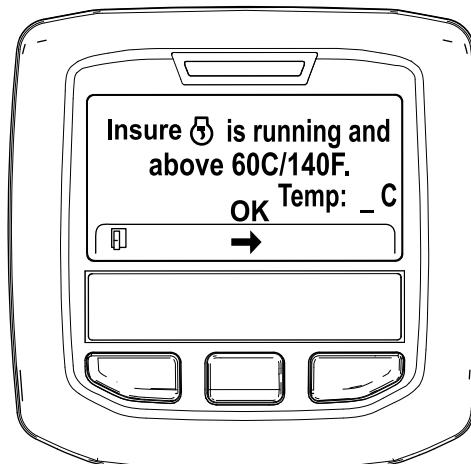

Figura 32
- Si la temperatura del refrigerante se encuentra por debajo de 60 °C (140 °F) aparece el mensaje "Insure is running and above 60C/140F" (Asegúrese de que está funcionando y por encima de 60 °C/140 °F). (Figura 32).